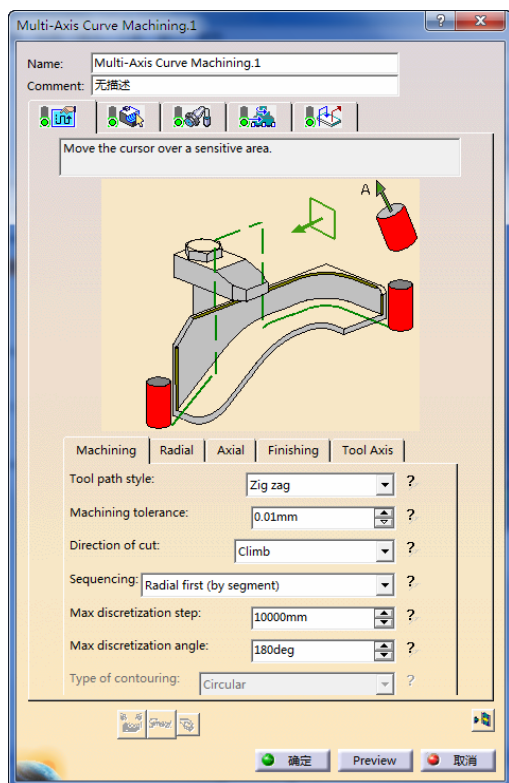
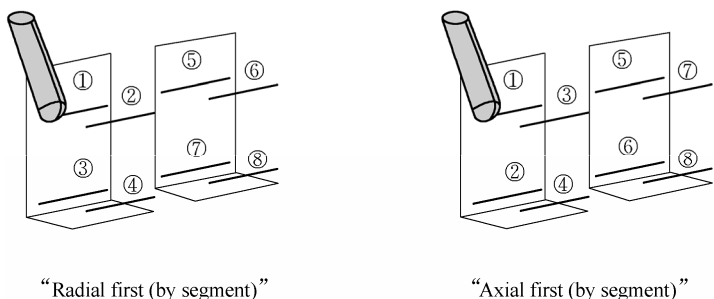

图 2-152 “Multi-Axis Curve Machining.x”对话框
图 2-153 “Sequencing” 选项 (1)
在特征树中选择“Manufacturing Program.1”，选择下拉菜单“插入”→“Machining Operations”→“Multi-Axis Machining Operations”→“Multi-Axis Curve Machining”命令，或者单击“Machining Operations”工具栏上的 Multi-Axis Curve Machining 按钮，弹出“Multi-Axis Curve Machining.x”对话框，如图 2-152 所示。
单击“Multi-Axis Curve Machining.x”对话框中的，切换到刀具路径参数选项卡，包括“Machining”、“Radial”、“Axial”、“Finishing”、“Tool Axis”选项卡，如图 2-152 所示。
1) “Machining”选项卡如图 2-152 所示。该选项相关参数如下：
- “Sequencing”：Sequencing 选项 (1)、(2) 用于选择加工顺序，包括以下选项：
- “Radial first(by segment)”：首先加工径向，然后进行轴向切削，所有加工通过深度优先方式实现，如图 2-153 所示。
➤ “Axial first (by segment)”：首先加工轴向，然后进行径向切削，所有加工通过深度优先方式实现，如图 2-153 所示。